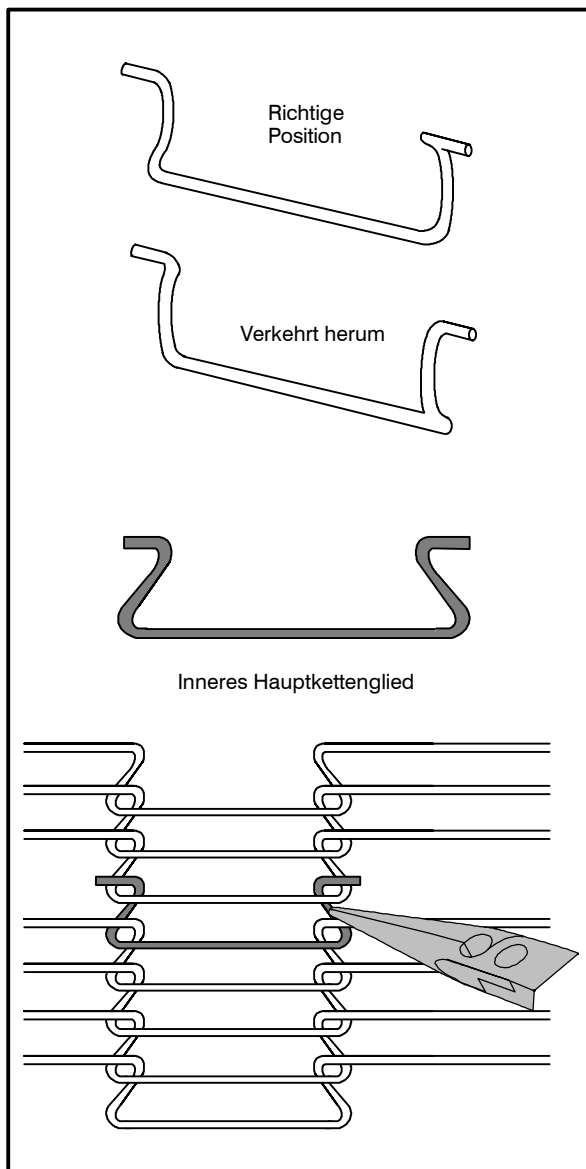

Abbildung 12
6. Installieren Sie die Hauptkettenglieder, um die beiden Enden des Förderbandes miteinander zu verbinden. Siehe Abbildung 12.